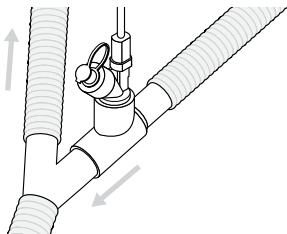

Figura 5. Collegamento di Aerogen Solo a un circuito di respirazione per adulti
1. Nei **circuiti di respirazione per adulti** da 22 mm collegare il nebulizzatore al ramo inspiratorio del circuito di respirazione inserendo l'elemento a T per adulti prima del raccordo a Y diretto al paziente (figura 5).
Nei **circuiti di respirazione pediatrici** di 15 mm, collegare il nebulizzatore al ramo inspiratorio del circuito di respirazione inserendo l'elemento a T pediatrico prima del raccordo a Y diretto al paziente, come mostrato per l'elemento a T per adulti in figura 5.